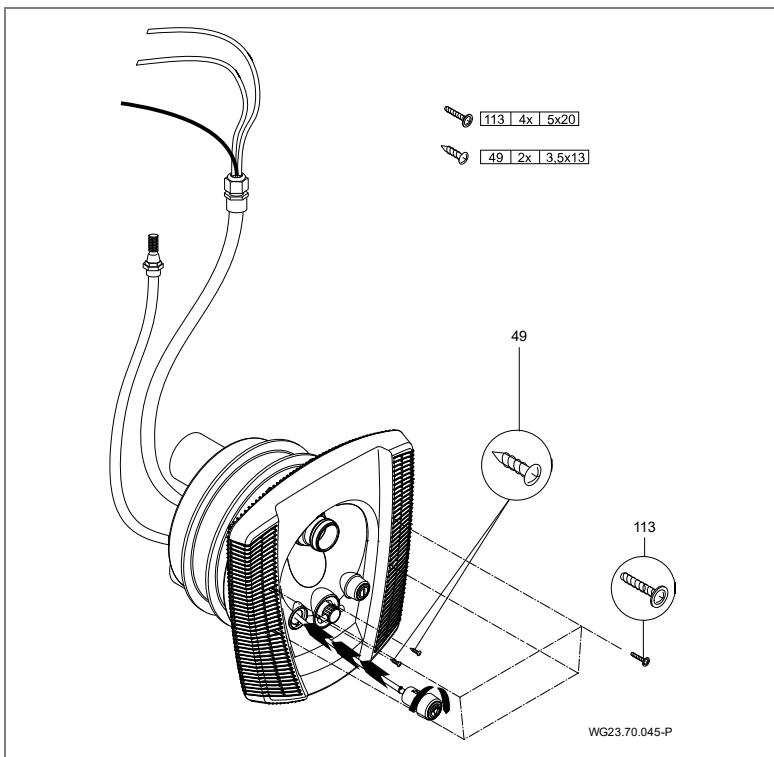

Fig. 18
7. Fijar el embellecedor (93) con los cuatro tornillos (113) en el cuerpo de la boquilla (102.1). Inserte los dos interruptores neumáticos a través del embellecedor en el alojamiento del cuerpo de boquillas y gire hacia la derecha para bloquear. (Fig. 18)